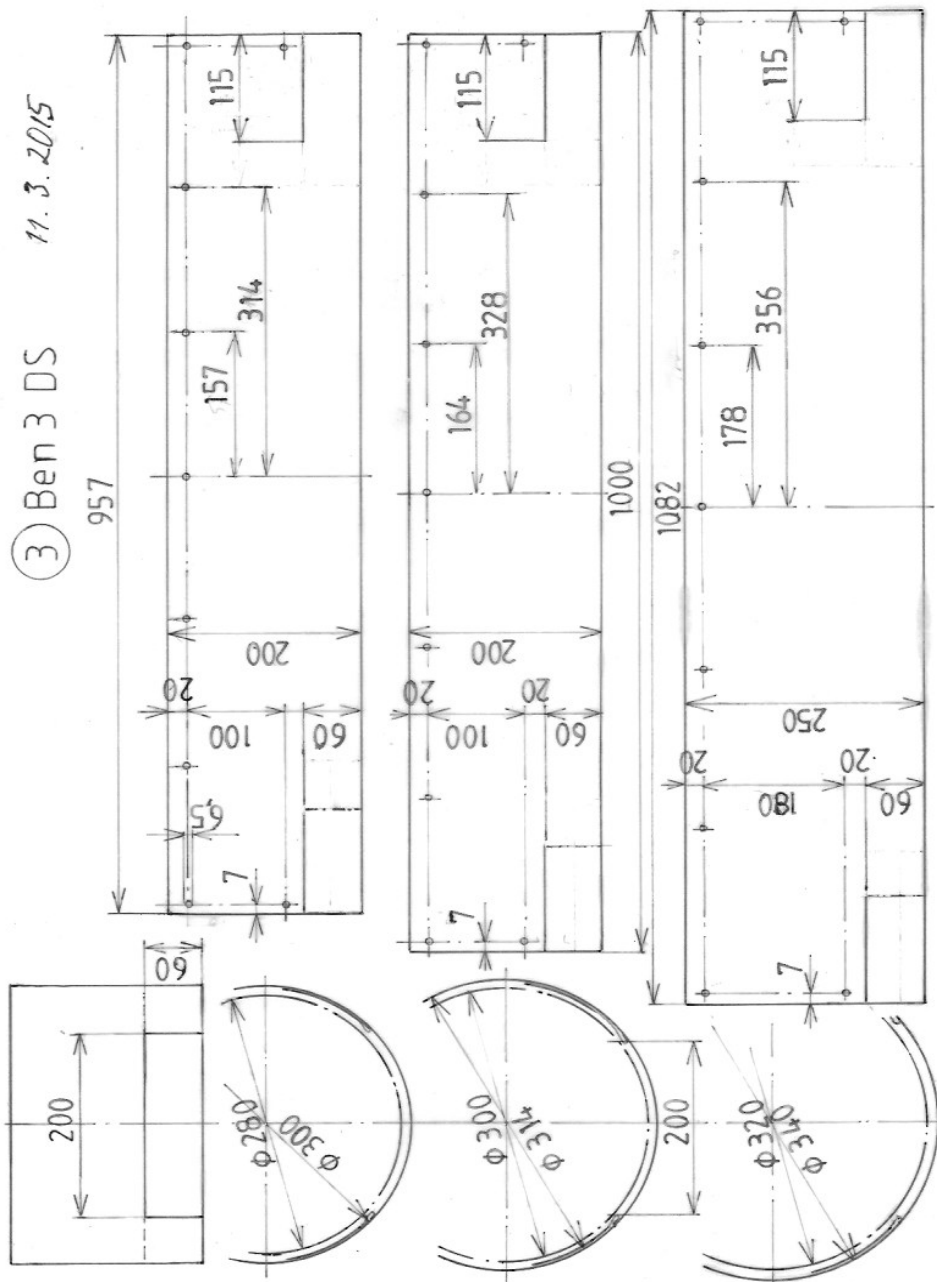

**Fig. 2.** Detalles Ben 2 y Ben3: bandeja de ceniza (1) y parilla (2)
- Fig. 2. Detalles Ben 2 y Ben 3: bandeja de ceniza (1) y parilla (2)